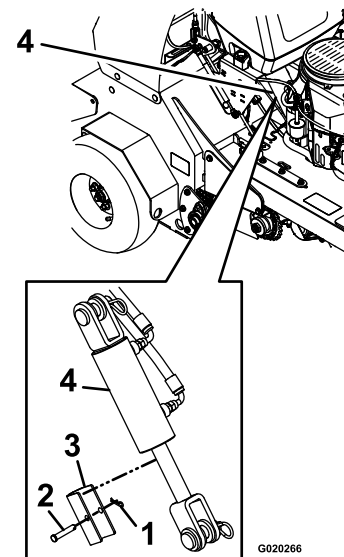

Figura 5
10. Retire y guarde la chaveta, el pasador y el tope del cilindro (Figura 5).